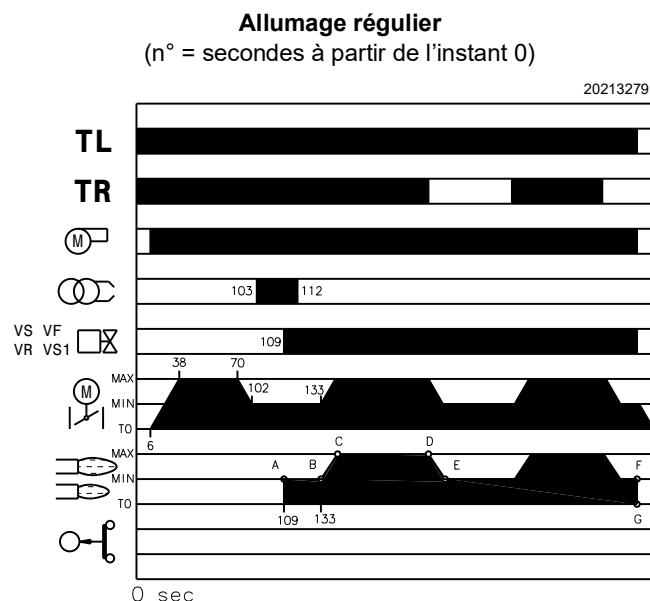

Fig. 40
- 109s** Les vannes d'huile s'ouvrent. La flamme s'allume à une faible puissance, à la puissance MIN, point A (Fig. 40).
Une fois le cycle de démarrage terminé, la commande du servomoteur passe au thermostat/pressostat TR qui contrôle la pression ou la température dans la chaudière, point B (Fig. 40). (La boîte de contrôle électrique continue de contrôler la présence de la flamme et la bonne position des pressostats d'air et de fioul seuil maximum).